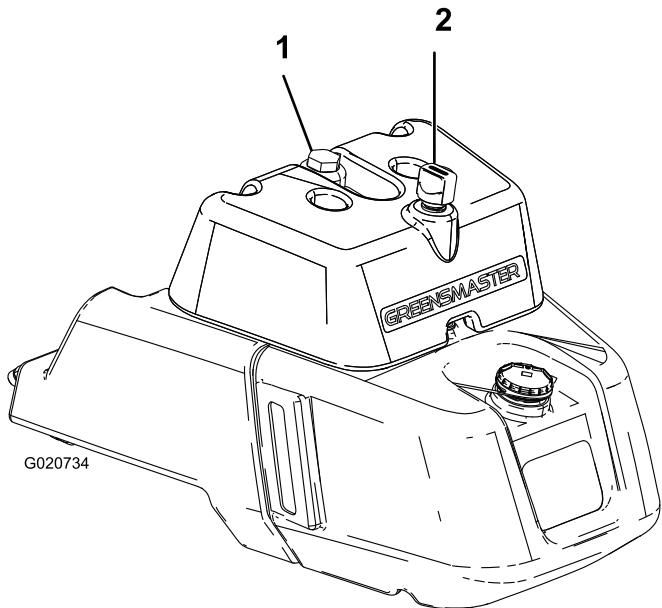

Figura 24
2. Togliete il tappo dal serbatoio (Figura 24).